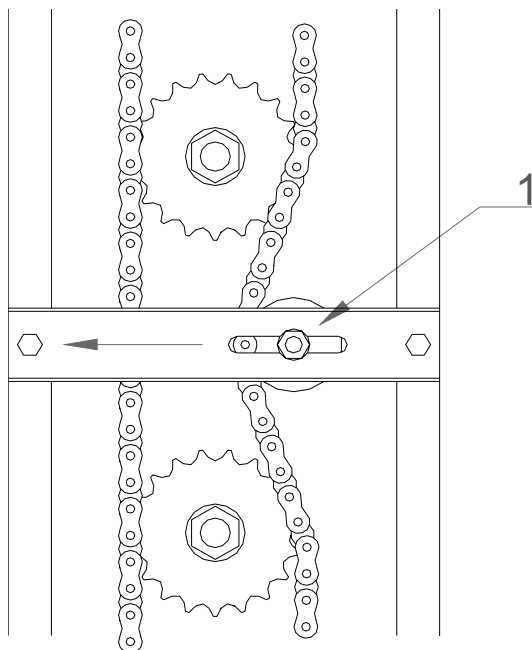

Fig.9
- Dévissez légèrement la vis (1) Fig 9 et déplacez le tendeur vers la gauche, refixez le tendeur en appuyant sur la vis (1) quand la chaîne est tendue.